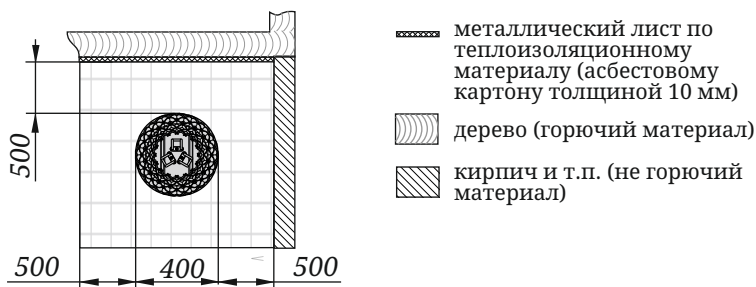

Рисунок 3. Монтаж площадки-постамент
- под электрокаменкой необходимо сделать основание из кирпича или другого негорючего материала или площадку-постамент из негорючего материала высотой 100 мм от уровня деревянного пола. Габариты площадки должны быть такие, чтобы минимальное расстояние от электрокаменки до краев площадки составляло не менее 500 мм (рисунок 3). На пол из негорючего материала электрокаменка устанавливается без дополнительного постамент.
Установите печь на специально подготовленное место для ее эксплуатации (рисунок 3). Убедитесь, что электрокаменка собрана и установлена в соответствии с требованиями СП 7.13130.2013 и настоящего руководства.